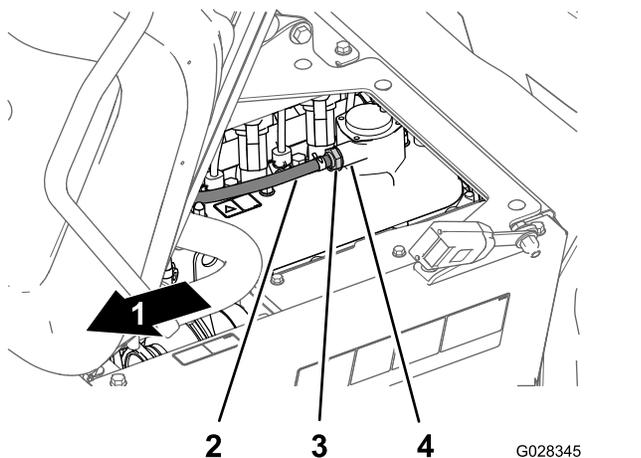

図 78
2. バルブカバーのフィッティングからPCVバルブを取り外す 図 78。
注 バルブ内部にあるレストリクタがカラカラと音を立てる場合は継続使用可能。バルブを振っても中から音がしない場合はPCVを交換する 図 78。
4. バルブカバーのフィッティングの一番奥までPCVバルブを押し込む 図 78。